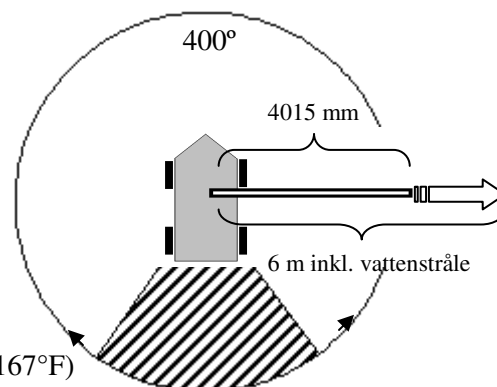

Bild 3, armens räckvidd
- Vid tvättning bakom roboten, streckat område i bild 3, finns en tipprisk som är beroende av underlaget, bommens, teleskopet och stickans placering. Om roboten arbetar inom detta område rekommenderas att teleskopet befinner sig i infällt läge.